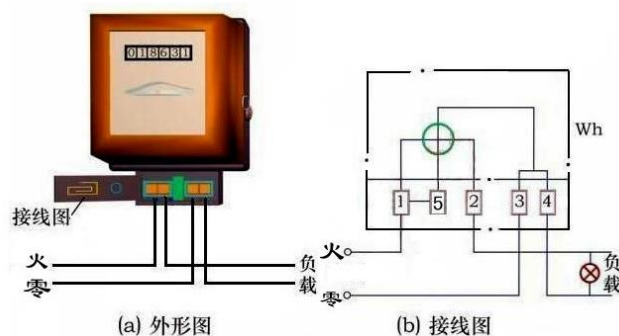

图 3.3 单相电度表的接线
3. 单相电度表的接线如图 3.3 所示，单相电度表引出四根线，分别为两根进线和两根出线。
4. 记录图 3.3 电度表工作 10 分钟走过的值（换算成能量）。
3. 为了使图 3.3 的电度表变化快些，如何设计负载电路？